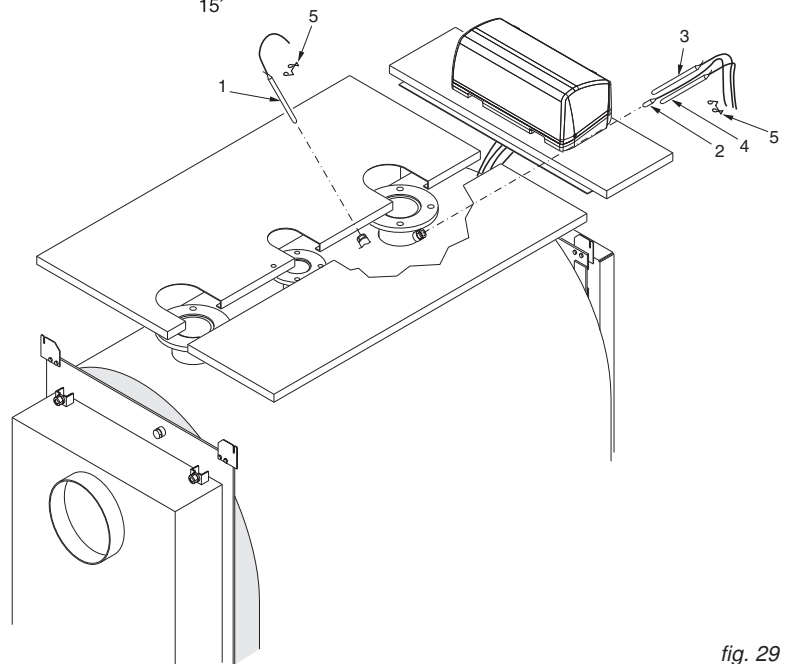

fig. 29
- M) Inserire nelle guaine i bulbi degli strumenti come indicato in fig. 29 ed eseguire il collegamento elettrico del pannello comandi alla linea di alimentazione, al bruciatore ed alle eventuali pompe, etc.